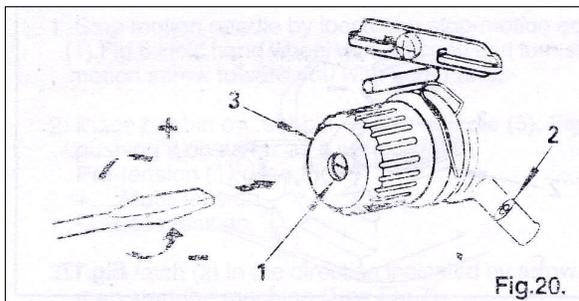

Fig.20.
Insérer un tournevis dans la fente de l'axe du bouton (1), figure 20, et régler la tension du ressort contrôleur En tournant l'axe (1)
Pour régler l'amplitude du mouvement du ressort, dévisser La vis (2) figure 20 et tourner le bloc tension vers la gauche ou la droite. Revisser la vis 2.